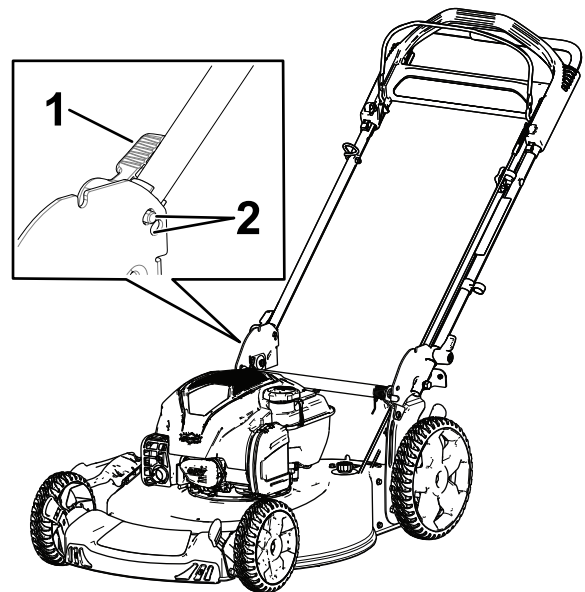

Figura 4
3. Mueva la palanca de bloqueo del manillar a 1 de las 2 posiciones (Figura 4) hasta que el pasador se enganche en su sitio para bloquear el manillar en la posición de operación.